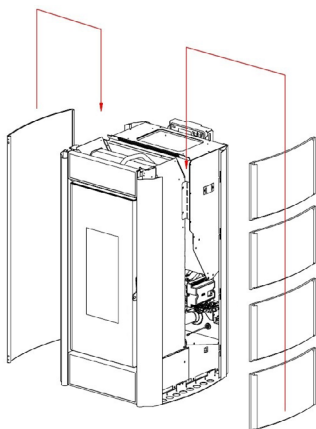

Fig. 27 - De zijpanelen invoegen
- Breng de zijpanelen van bovenaf op de daarvoor bestemde geleiders aan en laat ze langzaam volledig omlaag schuiven (zie Fig. 27 op pag. 20).